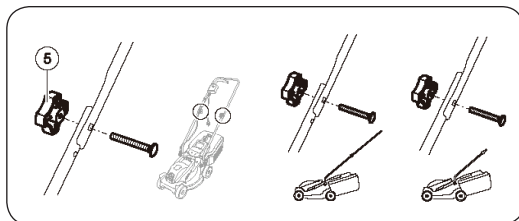

Рис. 3
3. Соедините нижнюю и верхнюю ручки и зафиксируйте рукоятку (5) (Рис. 3).